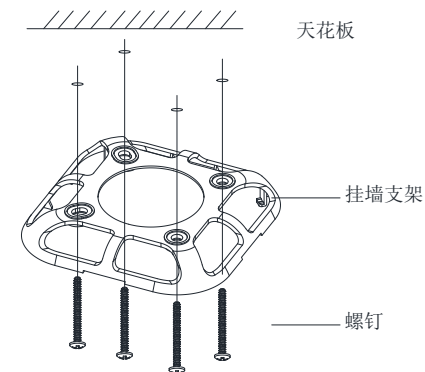

图4
4. 安装报警器：将报警器扣在挂墙支架上顺时针旋转，直到报警器锁紧并固定在挂墙支架上（安装过程如图4所示）。